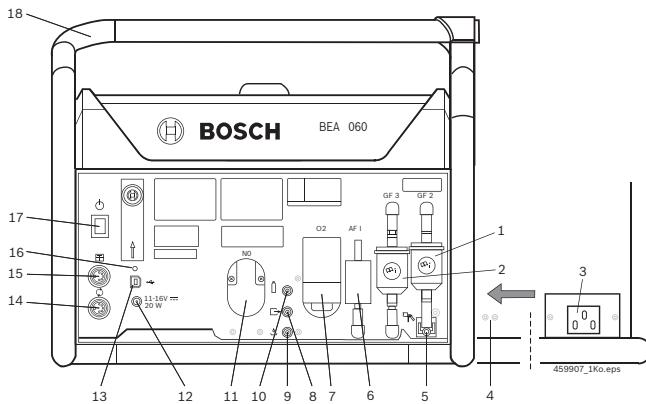

Fig. 1: BEA 060
! BEA 060 kan också drivas med spänning via bilbatteriet med anslutningsledningens cigarettändaruttag (specialtillbehör) (för anslutning, se bild 1, pos. 12).
- Anslut nätsluteningsledningen till BEA 060 och fäst den med buntband för dragavlastning i borrhålen (bild 1, pos. 4).
- LED (bild 1, pos. 16) blinkar växelvis orange och grön.
- LED (bild 1, pos. 16) stängs av, BEA 060 är frånkopplad.